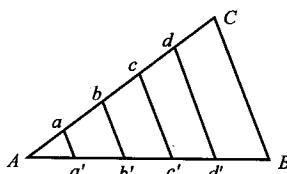

图 1-1 等分线段
(1) 如图 1-1 所示。作线段 AC 与已知线段 AB 成 $20^\circ \sim 30^\circ$ ，AC 与 AB 相交于 A 点。
(2) 由 A 点起在 AC 上任意截取 5 等份，确定 a、b、c、d 点。
(3) 连接 BC，过 d、c、b、a 点，分别作 BC 的平行线，在 AB 上的交点 a' 、 b' 、 c' 、 d' 即为线段 AB 的 5 等分点。